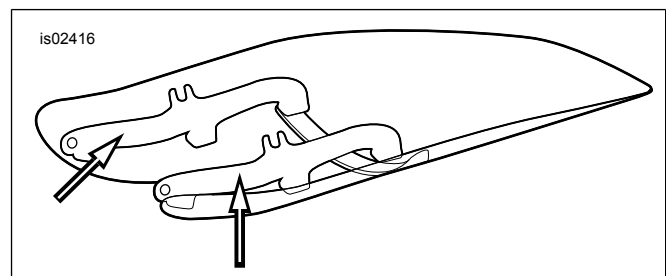

Рисунок 1. Монтажные кронштейны ветрового стекла
- См. Рисунок 1. Положите подузел ветрового стекла лицевой поверхностью вниз на чистую мягкую поверхность таким образом, чтобы монтажные кронштейны были обращены вверх.